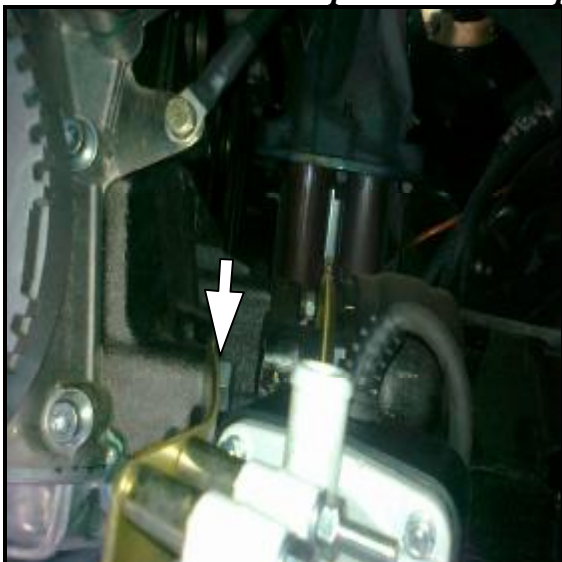

Рис.1 Болт крепления кронштейна
3.7. Подогреватель вместе с кронштейном закрепить на болт из комплекта к блоку двигателя (рис. 1).